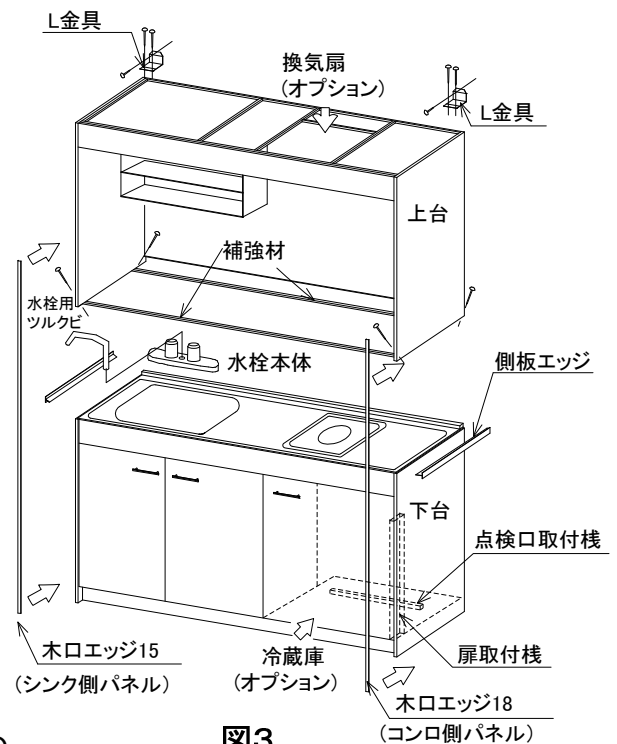

図3
①水栓の取り付け(図3参照)
(冷蔵庫オプション対応タイプのみ 図3参照)
①補強材の取りはずし及び照明器具用コードの引き下げ(図3、4参照)
②下台と上台の連結(図3、4参照)
③木口エッジの取り付け(図3、4参照)